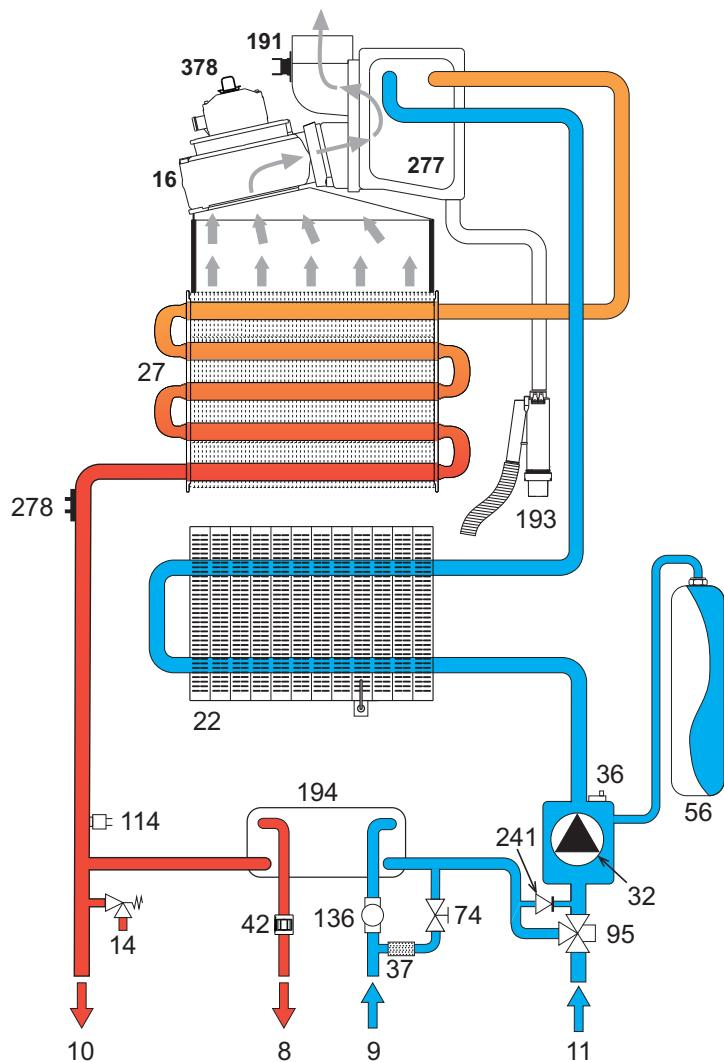

fig. 27- Circuito de calefacción
**Tabella. 9- Leyenda, fig. 26, fig. 27 y fig. 28**